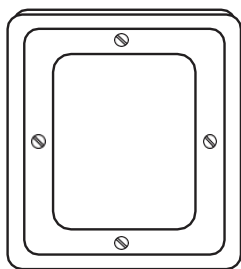

図17. バッテリーカバー
1. ユニットの左側にある4本のネジを緩め、電池カバーを取り外します(図17)。